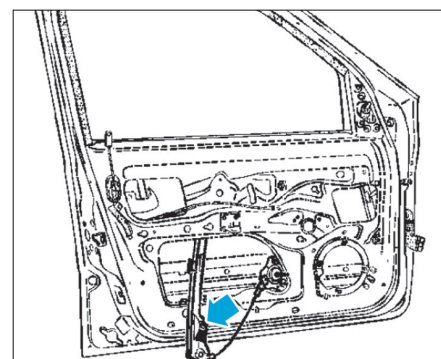

Fig. 50
- Débrancher le connecteur électrique du moteur (Fig.50).